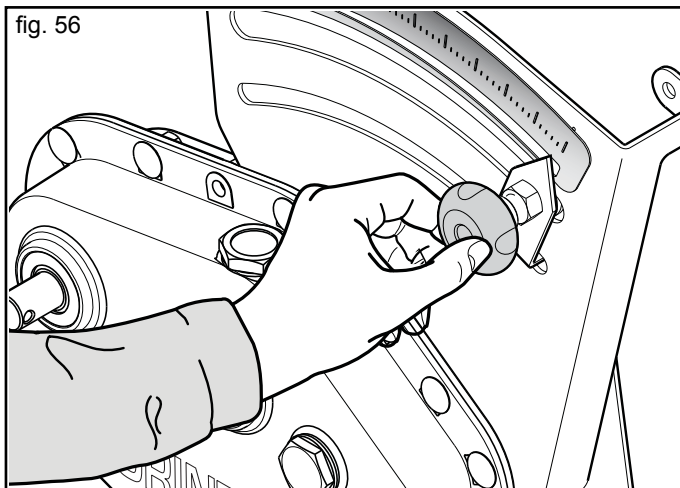

fig. 56
- 6) Allentare la vite di fissaggio posta sulla regolazione del cambio (Fig. 56) ...